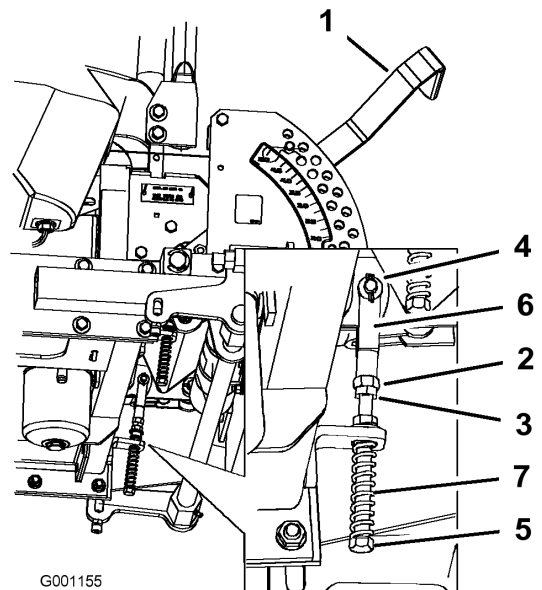

Figure 65
8. Si un réglage s'impose, desserrez l'écrou et l'écrou de blocage vissés contre la chape (Figure 65).
9. Appliquez une légère pression à l'arrière du levier, et tournez la tête du boulon de réglage dans le sens voulu pour centrer le levier à la position de verrouillage du point mort (Figure 65).
10. Serrez l'écrou et l'écrou de blocage (Figure 65).